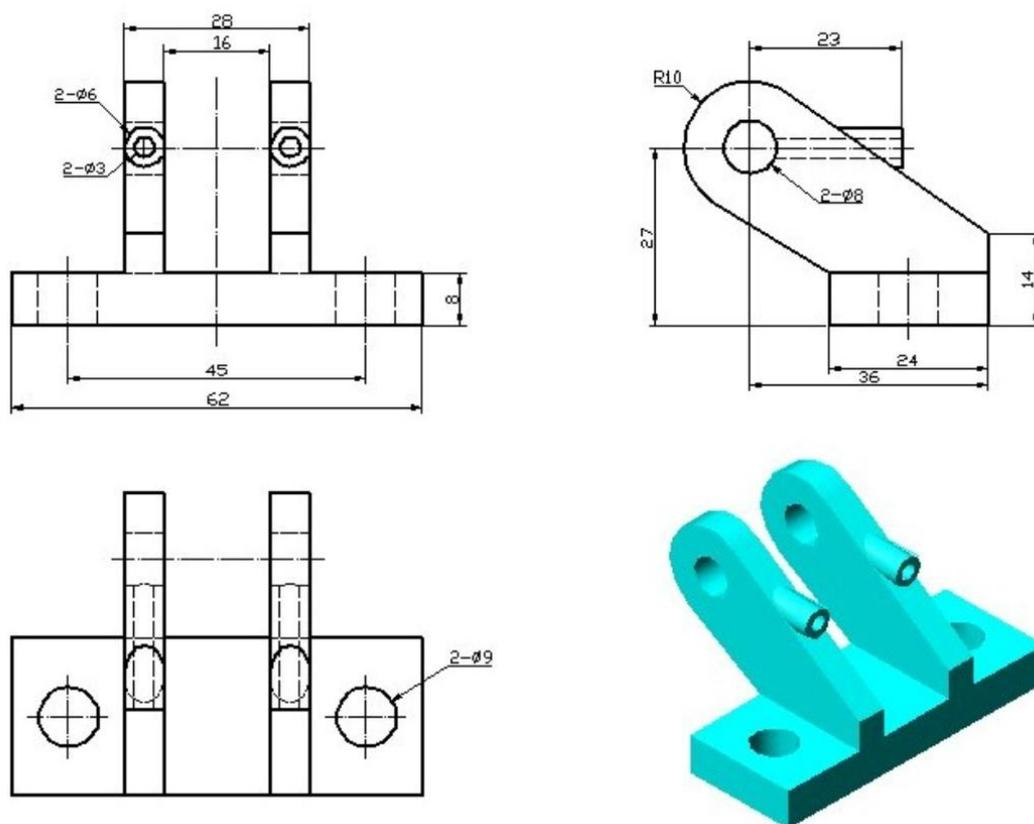

图 J1-1 三维零件 1
- ① 在盘下建立考生文件夹，文件夹名称为“场次-工位号”，所有文件必须保存在考生文件夹中，否则记零分；
- ② 文件名称为“J1-1”，保存在考生文件夹中；
- ③ 根据图 J1-1 所示尺寸完成三维建模；
- ④ 隐藏草图和创建的基准平面；
- ⑤ 考试过程中注意保存，考核结束时考试应立即停止操作，不得关闭电脑，离开考场。
(2) 实施条件